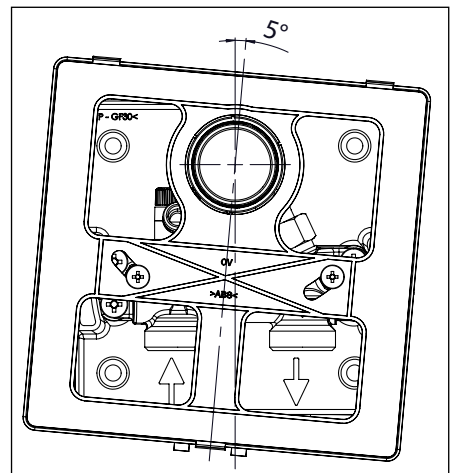

Abb. 5.6 Winkerversatz
(10) von $\pm 5^\circ$ ausgleichen (Abb. 5.6). Es ist zu